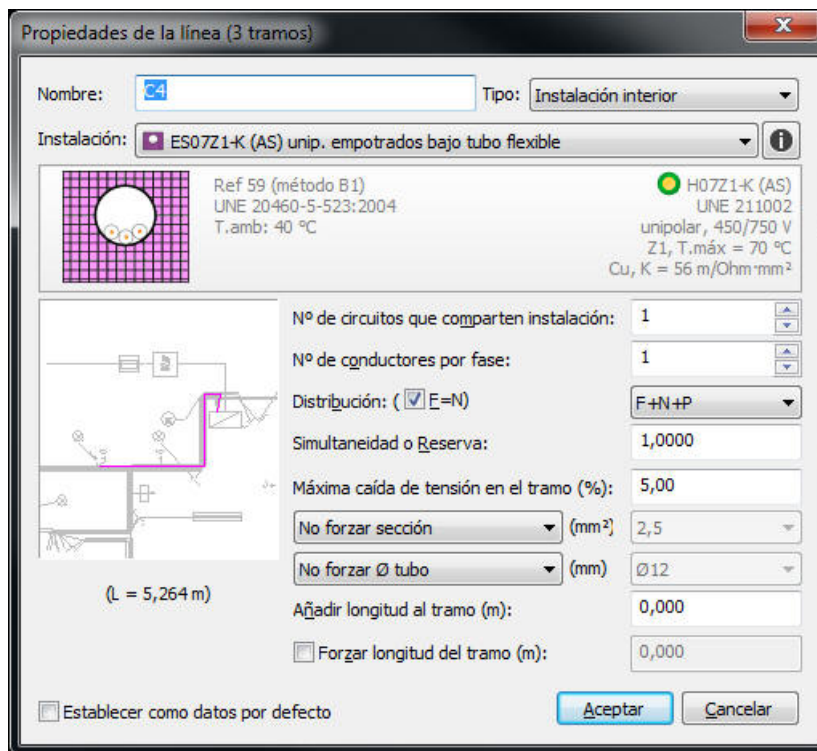

Figura 35. Cuadro de diálogo de propiedades de las líneas del circuito C4.
4. Ejecutar **Datos / Edición de circuitos...** y asignar las propiedades de los tres tramos de línea según la Figura 35.